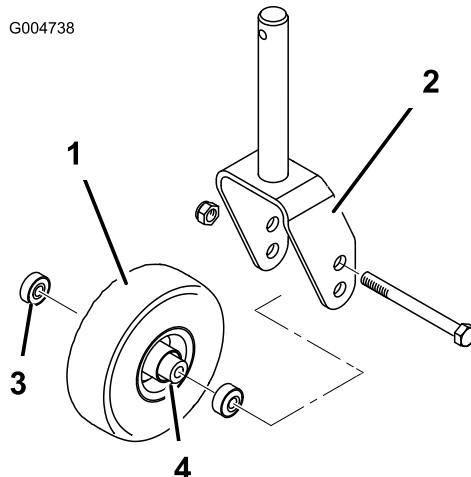
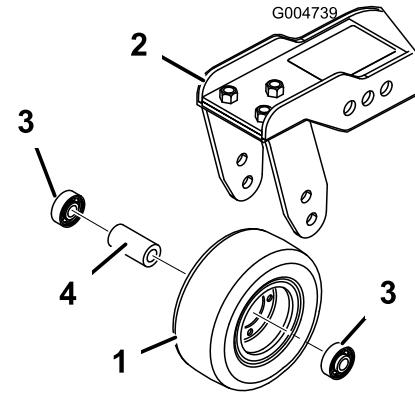

Bild 88
Bild 89
1. Entfernen Sie die Sicherungsmutter von der Schraube, mit denen das Laufrad in der Mitte der Laufrdgabel (Bild 88) oder am Laufrdgelenkarm (Bild 89) befestigt ist. Halten Sie das Laufrad fest und schieben die Schraube aus der Gabel oder vom Gelenkarm ab.
2. Entfernen Sie das Lager aus der Radnabe und lassen das Lagerdistanzstück herausfallen (Bild 88 und Bild 89). Entfernen Sie das Lager aus der gegenüberliegenden Seite der Radnabe.